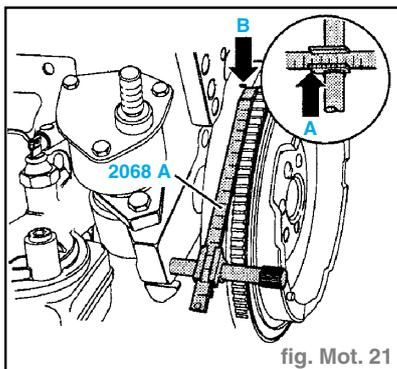

fig. Mot. 21
- Visser le dispositif de réglage **2068 A** comme indiquée (fig. Mot. 21).